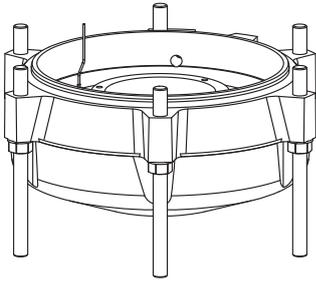

Bild 29: Montieren der Gummischale (J 205, J 405)
9.3 Gummischale an der J 205 und J 405 (Bild 29)